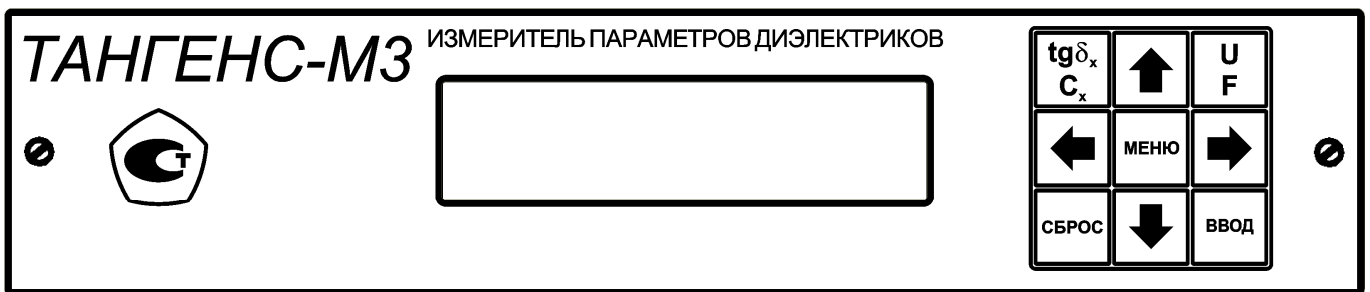

Рисунок 3. Внешний вид передней панели измерителя
8.2.2. Пленочная клавиатура расположена на передней панели измерителя (см. рисунок 3) и предназначена для управления его работой. В ее состав входят клавиши: « $tg\delta_x$ »; « \uparrow »; « $\frac{U}{F}$ »; « \leftarrow »; «МЕНЮ»; « \rightarrow »; «СБРОС»; « \downarrow »; «ВВОД».